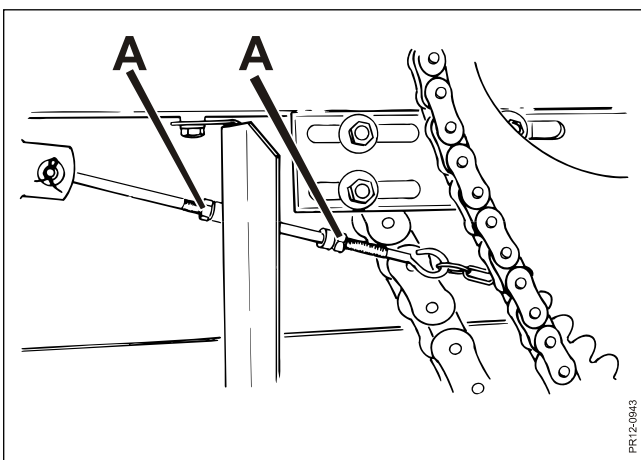

Fig. 9.5
**Fig. 9.5** fjädervindningarna är 1,5 – 2 mm.